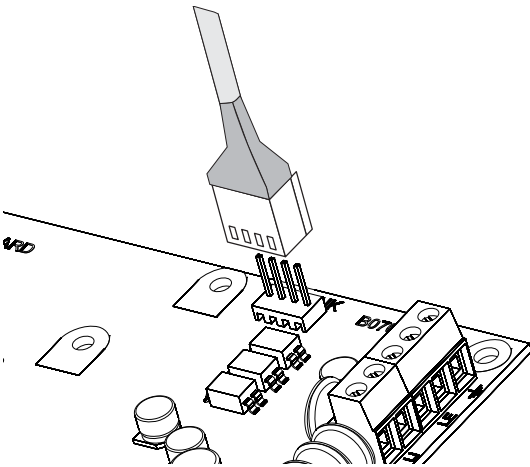

Figura 26 Conexión PC-Link.
1. Conectar el puerto serial RS232 de la Central (**10 - PC-LINK**) a un puerto serial RS232 libre en un PC usando el cable **PC-LINK** (opcional); ver la Figura 26.